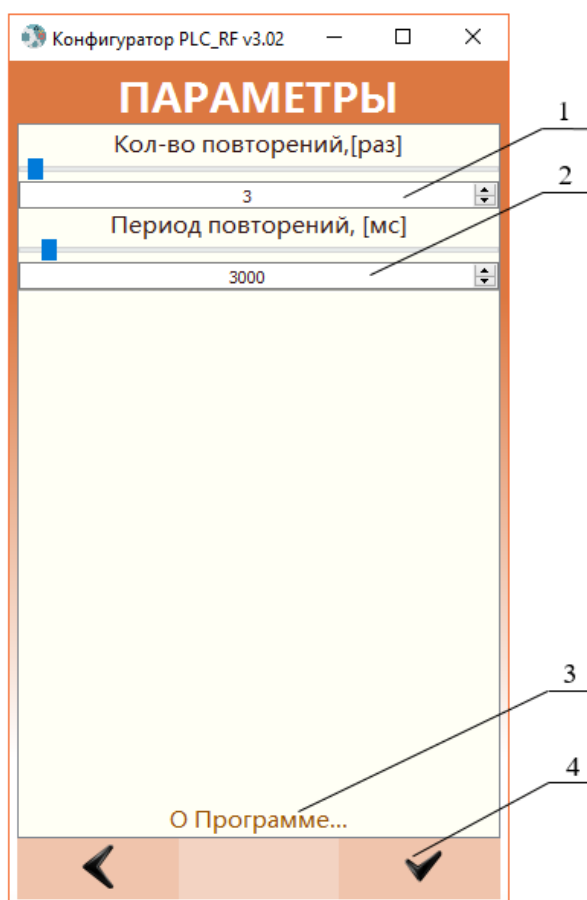

Рисунок 2 – Окно «Параметры»
Прежде чем приступить к конфигурированию устройств необходимо выполнить настройку параметров связи самого configurатора в окне «Параметры» (рис. 2). Параметры связи устанавливают количество и период повторений команды-запроса, отправляемой configurатором, в том случае, если от конфигурируемого устройства нет ответа.
Таблица 3 – Элементы окна «Параметры» и их функции (рис.2)
6.3 Задать нужное число повторений конкретного запроса в поле «Кол-во повторений, [раз]» (рис. 2 поз. 1) и ввести период отправки повторных запросов в поле «Период повторений, [мс]» (рис. 2 поз. 2).
6.4 Нажать кнопку «Принять» (рис. 2 поз. 4) для сохранения параметров и перехода в окно «Соединение».
8.3 Открыть окно «Соединение» нажатием кнопки «Принять» (рис. 2 поз. 4) в окне «Параметры»